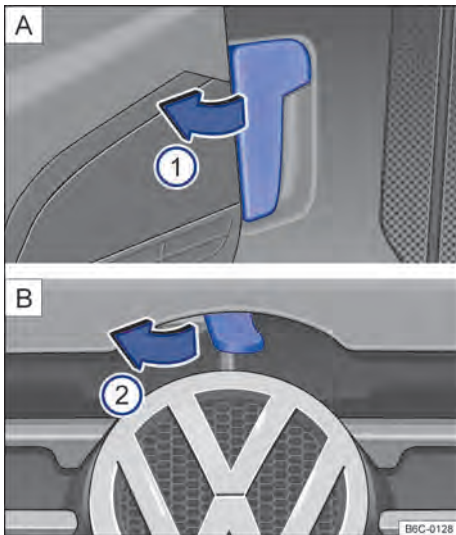

Fig. 149 **A** Palanca de desbloqueo del capó delantero en la zona reposapiés del conductor. **B** Palanca de desbloqueo en la parte interior del vano motor.
- Abrir la puerta del conductor y tirar de la palanca de desbloqueo en la dirección de la flecha → **fig. 149 A** **1**. El capó delantero salta hacia fuera del bloqueo del cierre por la presión del muelle → pág. 193.
- Levantar un poco el capó delantero y, al mismo tiempo, presionar la palanca de desbloqueo en el sentido de la flecha → **fig. 149 B** **2**, que se encuentra en la parte interna del capó, para abrir completamente el capó delantero.